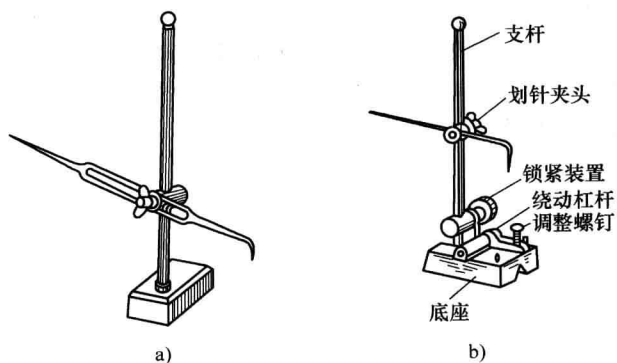

图 1-7 划针盘
4) 划针盘。划针盘如图 1-7 所示，主要用于立体划线和校正工件位置。用划针盘划线时，要注意划针装夹牢固，伸出长度要短，以免产生抖动。其底座要保持与划线平台紧贴，不应摇晃和跳动。